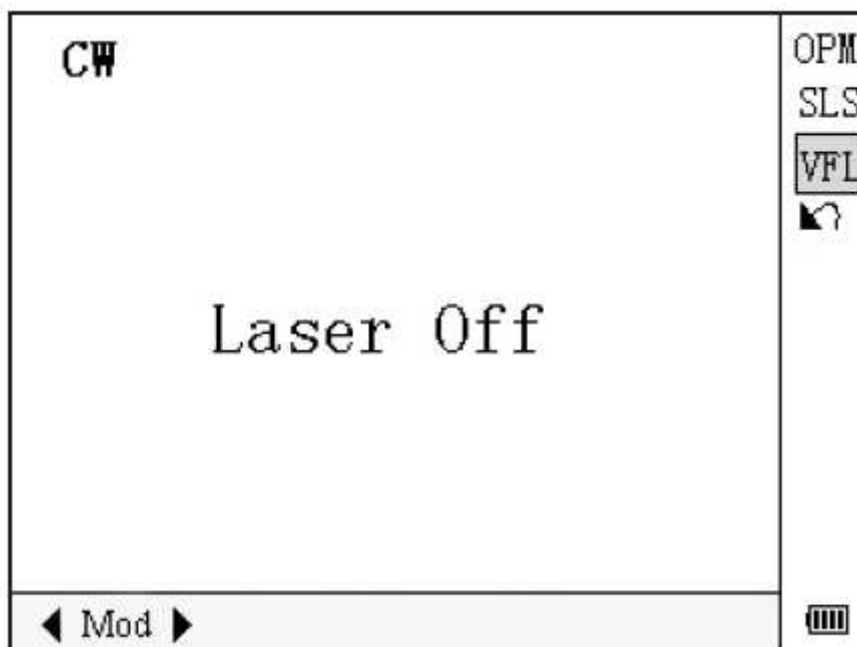

Рисунок 4-14. Визуализатор повреждений
1. Откройте интерфейс PM/LS, как описано в подразделе «Настройка параметра PM/LS (измеритель мощности, лазерный источник и VFL)» раздела 3. С помощью кнопок ▲ и ▼ выделите «VFL» и нажмите кнопку Enter для получения доступа к интерфейсу VFL (визуализатор повреждений) (рисунок 4-14).